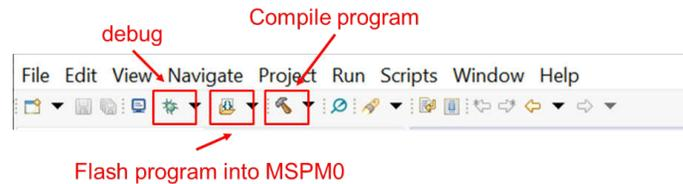
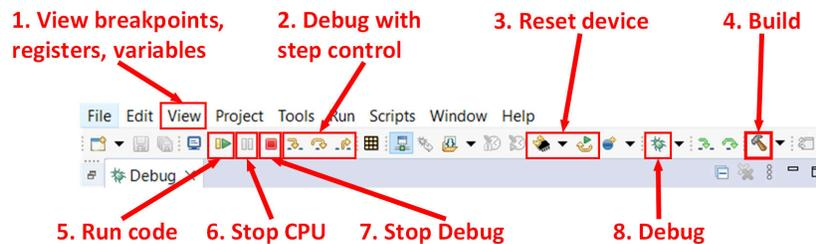

図 2-20. よく使う機能
図 2-21. よく使うデバッグ機能
3. 図 2-20 および図 2-21 では、CCS 機能について簡単な説明をしています。